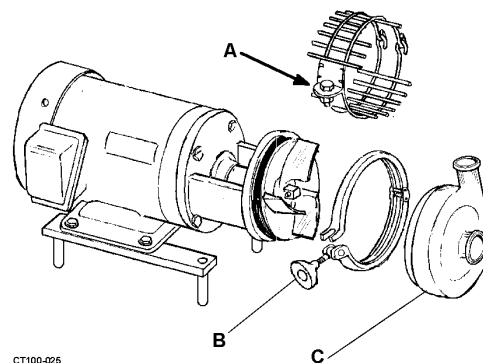

Figura 28 - Gruppo protezione fascetta alloggiamento
8. Posizionare l'alloggiamento sulla girante/piastra posteriore, quindi chiudere e serrare la fascetta. Vedere Figura 28.